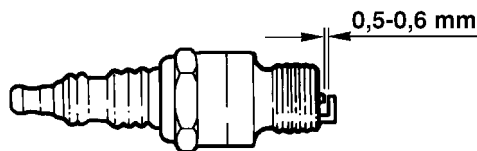

Fig. 26
- Den Elektrodenabstand auf **0,5 - 0,6 mm** einstellen (Fig. 26). Zum Einstellen des Elektrodenabstands ein Fühlerlehre benutzen (**niemals** nur nach Augenschein einstellen).